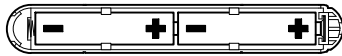

Abb. 6
3. Legen Sie die Batterien Typ AAA in das Batteriefach ein (Polung beachten!). Siehe Abb. 6.